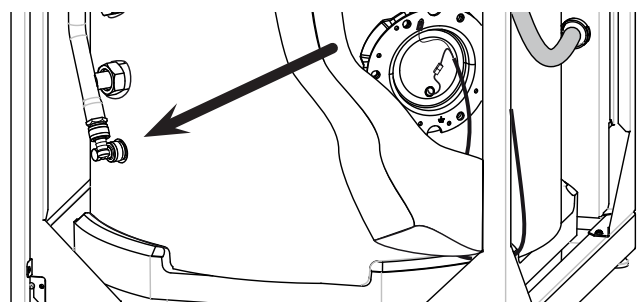

fig. 8 - Vidange de la chaudière
- Ouvrir le robinet de vidange de la chaudière et de l'échangeur sanitaire (*fig. 8*).